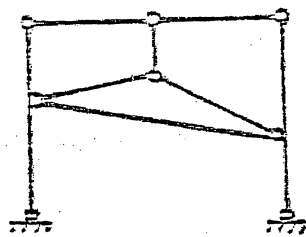

图 1
- 1、图 1 所示体系是几何_____变体系, 有_____个多余约束。